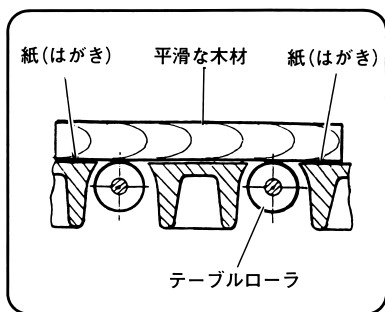

図 22
(3) 調整は平滑な木材の下にはがきをあてておき、テーブルローラが木材に接するようにすると簡単にできます。(図 22)